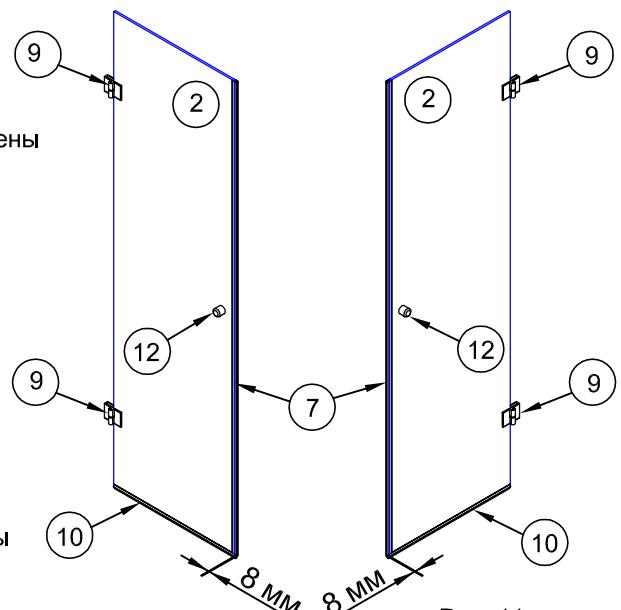

Рис. 11
5.1. На дверь (№2) установить ручки №12. На торцы от пола установить уплотнители №10. Крылья отливов должны быть направлены в середину кабины. Торцы уплотнителей со стороны петель должны совпадать с торцами стекла (рис.11). Со стороны ручки торцы уплотнителей должны выступать за торцы стекла на 8 мм.
5.2. На торцы дверей со стороны ручек установить магнитные уплотнители №7. Низ уплотнителей должен прилегать к уплотнителям №11 (рис.11).
5.3. Разобрать петли №9 (4 шт.); открутить фиксирующие пластины и снять половину прокладок. Установить петли в вырезы дверей, с внутренней стороны установить прокладки и фиксирующие пластины. Всё скрутить винтами (рис.11).